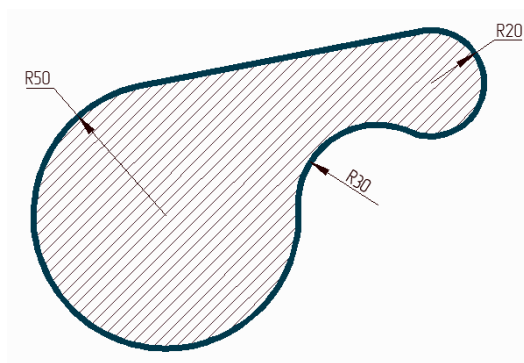

Рисунок 2.3 – Фрагмент №2
2.2.2 Перейти в шар «Допоміжний». Побудувати (рис. 2.3) два кола (*Circle/Круг*): перше з центром $(250, 200)$ ↙, радіусом 50 ↙; друге з центром $(350, 250)$ ↙, радіусом 20 ↙.